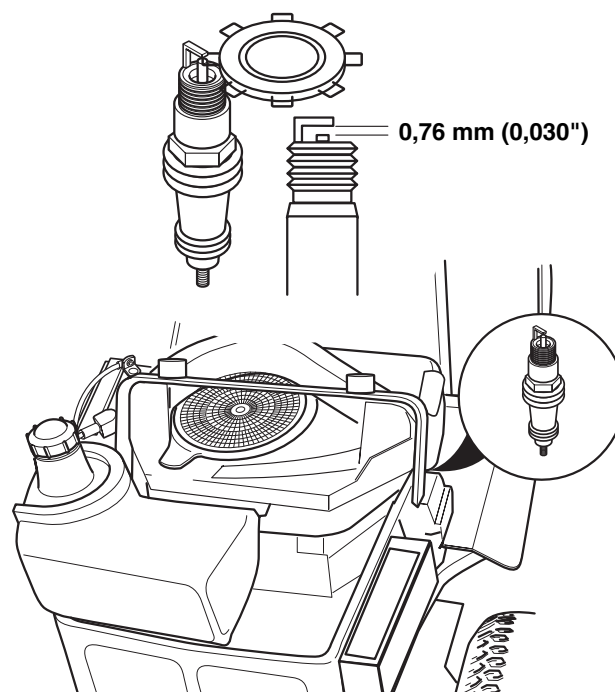

Figure 29. Écartement de bougie
4. Vérifier l'écartement de bougie. Il doit être de 0,76 mm (0,030") (voir figure 29).